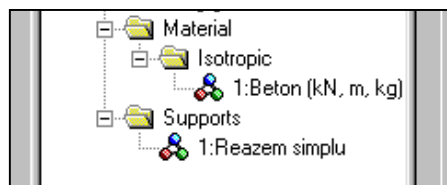

Fig. 24
- în fereastra din stânga (fig. 24) va apare noul set de date definit (**Reazem simplu**)